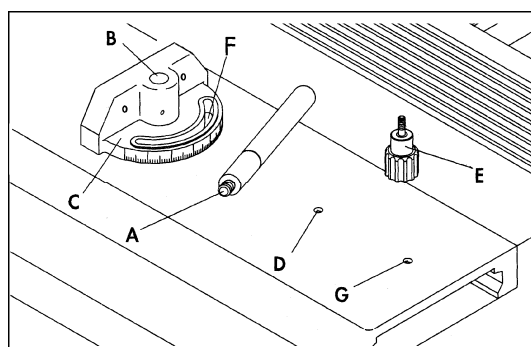

Рисунок 10
1. Вставьте шток (А, рис. 10) узла прижима в отверстие (В, рис. 10) корпуса углового упора (С, рис. 10), затем закрутите шток (А, рис.10) в отверстие (D, рис. 10) каретки.
2. Вставьте ось фиксирующей ручки (Е, Рис.10) в паз (F, Рис. 10) углового упора и завинтите ось в отверстие (G, Рис. 10) каретки.